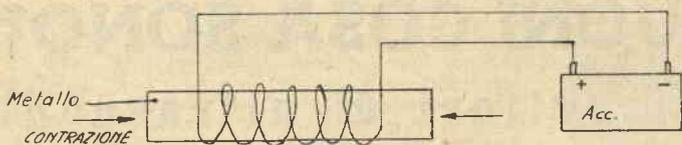

Fig. 2 - Principio della magnetostrizione
**Magnetostrittivi:** quando un corpo ferromagnetico viene sottoposto ad un campo magnetico abbastanza intenso, il corpo viene contratto, cioè si raccorcia nel senso della linea di forza del campo magnetico (vedi fig. 2).